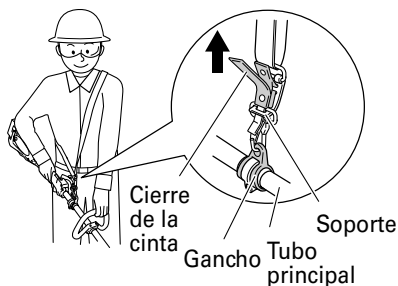

Fig. 12
- (1) Colóquese la cinta de sujeción sobre los hombros tal y como se muestra en la Fig. 12 y únala al aparato de jardinería a través del gancho. Ajuste la cinta a la medida correcta.
- (2) Para retirar el aparato de jardinería de la cinta de sujeción, sujete el aparato de jardinería por el tubo con una mano y use la otra para abrir el cierre de la cinta tal y como se muestra en la Fig. 12.